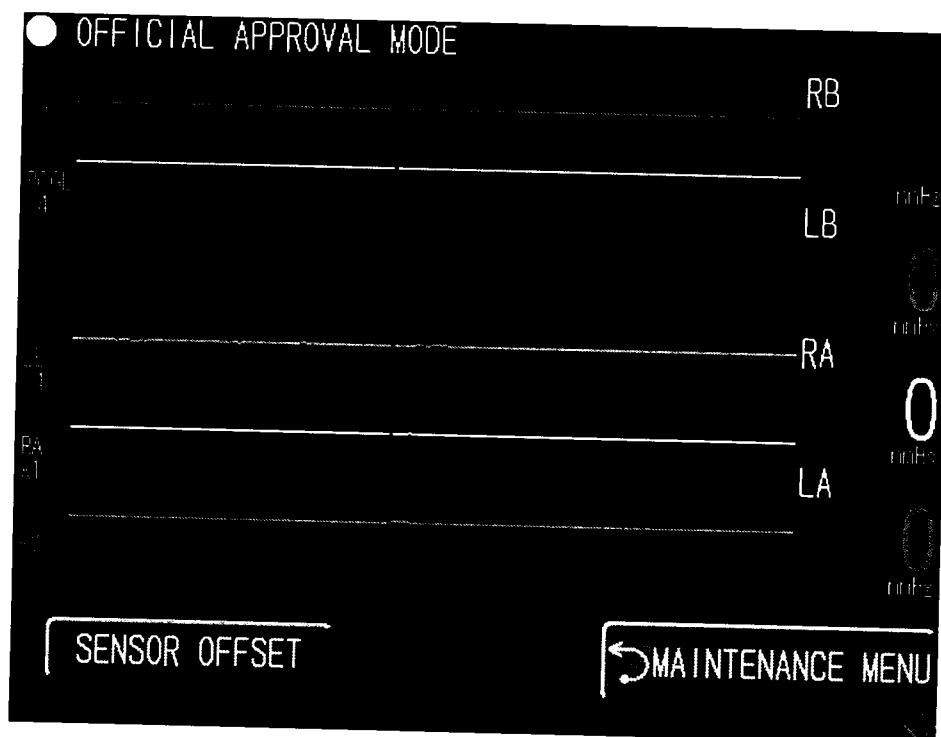

Рисунок 2 – Окно режим контроля погрешности измерений давления в манжетах
6.4.1.2 Включают сфигмометр клавишей «ONN/OFF». Клавишей MENU вызывают экран «Меню». Далее нажатиями навигационных сенсорных клавиш на экране сфигмометра переходят в режим контроля погрешности давления в манжетах («ПЕРВ.НАСТР./ОБСЛУЖИВАНИЕ» → «ОБСЛУЖИВАНИЕ» → «ОК» → «7.APPROVAL MODE») (рис. 2).